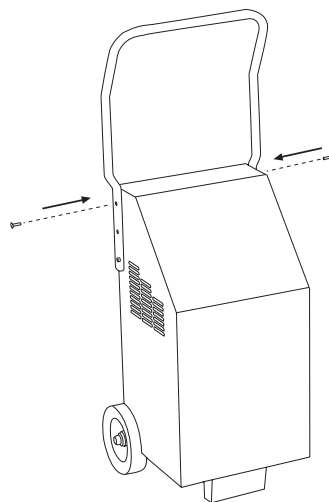

Figura 3. Fije el asa
4. Alinee los agujeros del asa con los agujeros de los tornillos laterales del cargador, de los que acaba de retirar los dos tornillos en el paso 2. A continuación, fíjelos de nuevo en sus agujeros originales, junto con el asa (véase la Figura 3).